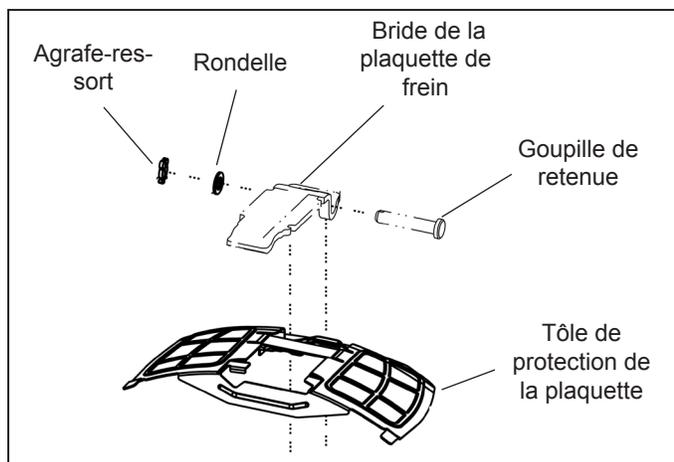

Figure 5 – Tôle de protection de la plaquette
3. Déposer la tôle de protection (le cas échéant) de la plaquette, puis la mettre de côté. (Cf. *Figure 5.*)